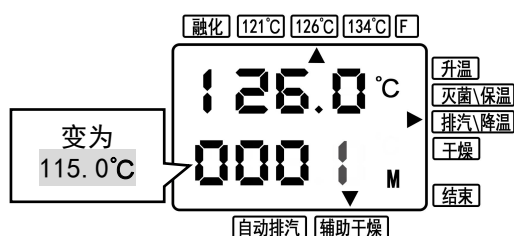
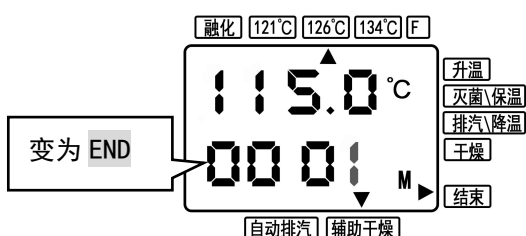

图 23
图 24
(2) 选择辅助干燥模式后，当灭菌倒计时结束显示屏下方变为 115°C（图 23），机器进入自动排气状态，待灭菌室内温度降至 115°C 以下，显示屏显示干燥倒计时表示进入干燥状态，待倒计时结束后，显示屏显示“END”（图 24），状态箭头指向结束，联锁解锁，灭菌周期结束。